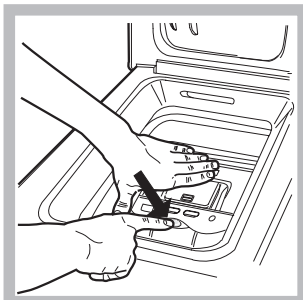

рис. 2
### Б) Затем, используя обе руки, откройте барабан, как показано на рис. 2:
- Нажмите кнопку, обозначенную стрелкой на рис. 2, слегка вниз,